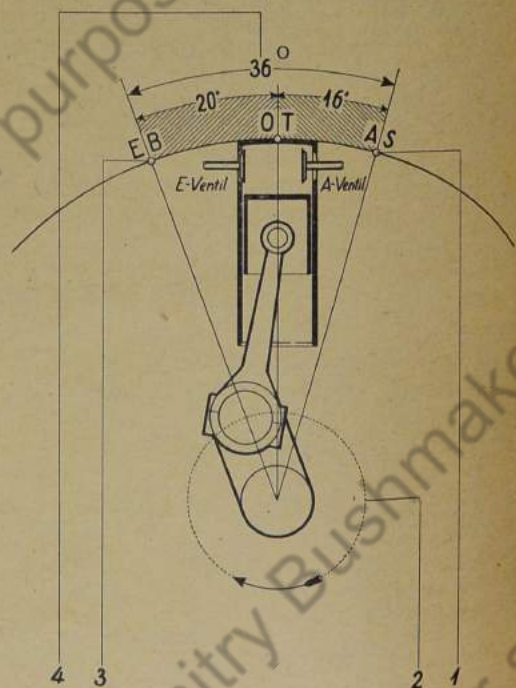

Bild 143: Summe der Überschneidungsgrade
**Beispiel:** Eine Messung ergibt, daß das Einlaßventil  $20^\circ$  v. O. T. öffnet und das Auslaßventil  $16^\circ$  n. O. T. schließt, dann beträgt die Summe der Überschneidungsgrade =  $36^\circ$  (Bild 143).
A. S.  $16^\circ$  n. O. T. } (Bild 143)